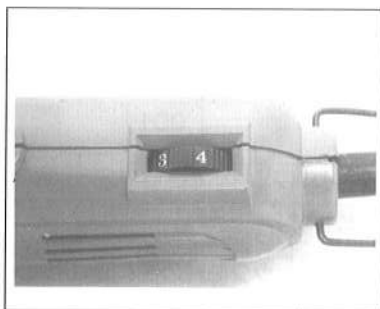

図3
- 円形のダイヤルに①～⑥の表示がついています。①は低速で⑥は高速になっています。(図3参照)